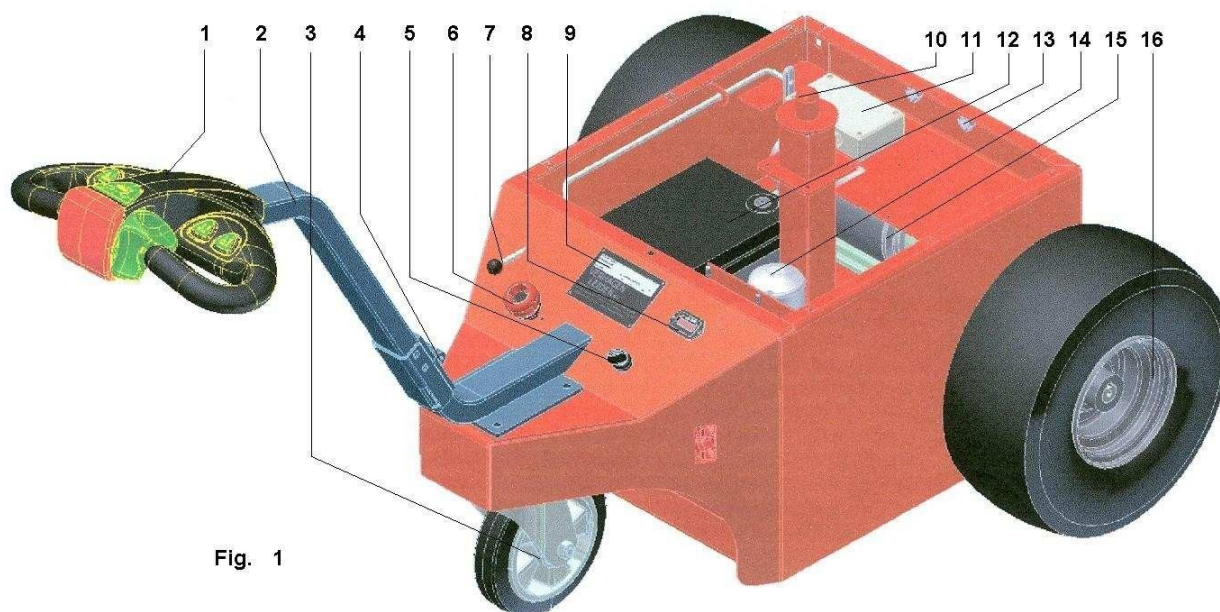

Fig. 1
5.3 Funzionamento (si veda foto, fig. 1)
Il blocco di accensione (5 fig. 1) viene utilizzato per spegnere le batterie, **spegnere sempre la batteria in caso di manutenzione al Multi-Mover XL35.**